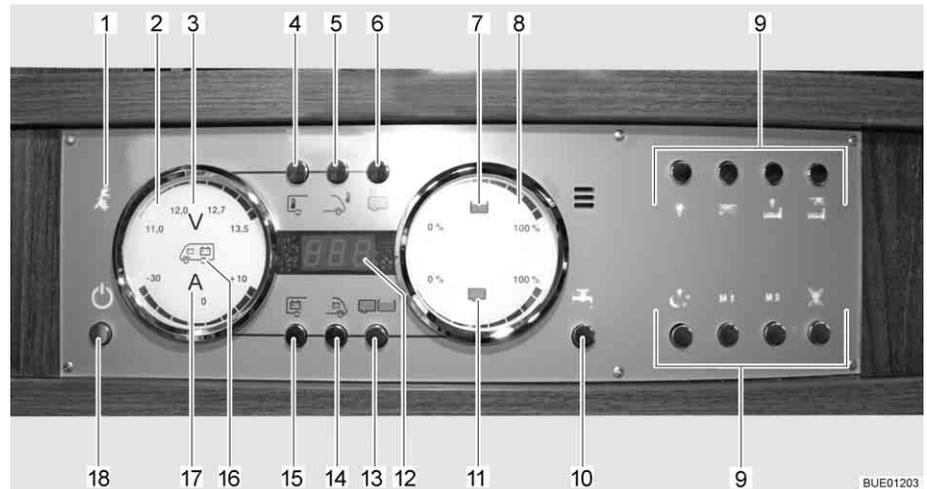

Fig. 158 Panneau de contrôle LT 510
Le voyant de contrôle 230 V (Fig. 158,1) s'allume si l'arrivée du bloc électrique est sous tension de réseau.
L'interrupteur principal 12 V (Fig. 158,18) établit ou coupe le panneau de contrôle et l'alimentation 12 V de la cellule.
- Appuyer brièvement sur la touche d'alimentation 12 V (Fig. 158,18). L'alimentation 12 V de la cellule est assurée. L'indicateur de contrôle "12 V" s'allume.
- ▷ La tension de la batterie de cellule est trop faible quand les DEL "11,0" de l'affichage en Volt et le symbole Volt "V" (Fig. 158,3) clignotent dans l'indicateur des batteries (Fig. 158,2) après la mise sous tension. Charger la batterie.
- ▷ La coupure de batterie est active quand l'indicateur de contrôle "12 V" et le symbole Volt "V" (Fig. 158,3) clignotent trois fois après la mise sous tension. Désactiver la coupure de batterie.
- Appuyer brièvement sur la touche d'alimentation 12 V (Fig. 158,18). L'alimentation 12 V de la cellule est coupée. L'indicateur de contrôle "Alimentation 12 V" s'éteint.
- Appuyer sur la touche batterie de cellule (Fig. 158,15) et la maintenir enfoncée pendant 10 secondes environ. Le symbole Volt "V" (Fig. 158,3) et l'indicateur de contrôle "12 V" clignotent trois fois. La batterie de cellule est coupée du réseau de bord de 12 V.
- Appuyer sur la touche d'alimentation 12 V (Fig. 158,18) et la maintenir enfoncée pendant 5 secondes environ. Le symbole Volt "V" (Fig. 158,3) et l'indicateur de contrôle "12 V" clignotent trois fois. La batterie de cellule est branché au réseau de bord 12 V. L'indicateur de contrôle s'allume au bout d'env. 5 secondes.
- Appuyer sur la touche de la batterie de cellule (Fig. 158,15). Le symbole Volt "V" (Fig. 158,3) s'allume. Le symbole Ampères "A" (Fig. 158,17) est, suivant son niveau de charge, blanc ou rouge. La tension de la batterie et le courant de la batterie de cellule sont affichés au moyens de DEL à l'intérieur de l'indicateur.
- Appuyer sur la touche de la batterie de démarrage (Fig. 158,14). Le symbole Volt "V" (Fig. 158,3) s'allume. Des DEL à l'intérieur de l'indicateur indiquent la tension de la batterie de démarrage.
- Appuyer sur la touche réservoirs (Fig. 158,13). Les symboles réservoir d'eau (Fig. 158,7) et réservoir d'eaux usées (Fig. 158,11) s'allument. Des DEL à l'intérieur de l'indicateur indiquent le niveau du réservoir d'eau (échelle supérieure) et celui du réservoir d'eaux usées (échelle inférieure).
Le symbole du réservoir d'eau (Fig. 158,7) ou celui du réservoir d'eaux usées (Fig. 158,11) clignote quand le réservoir d'eau est vide ou que le réservoir d'eaux usées est plein.
L'affichage numérique (Fig. 158,12) permet d'indiquer les températures intérieure et extérieure.